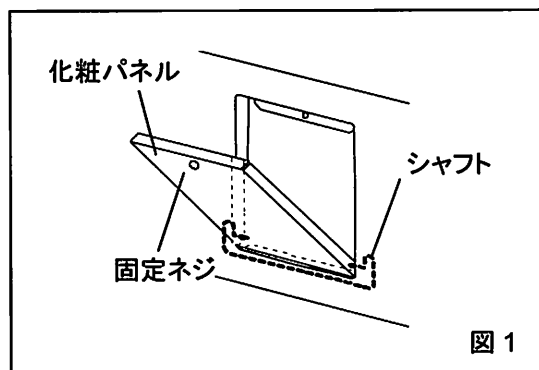

図 1
1. 自記温度記録計取付位置にある化粧パネルの固定ネジを外し、化粧パネルを手前に開いてください。その後、シャフトを左右に広げて化粧パネルを外してください。(図 1)